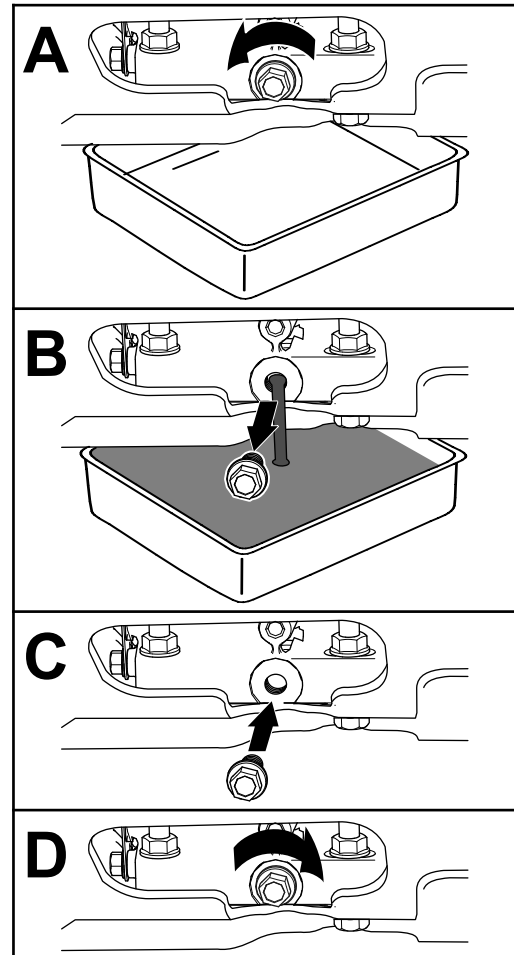

Figura 37
- Cambie el aceite del motor, según se muestra en la Figura 37.